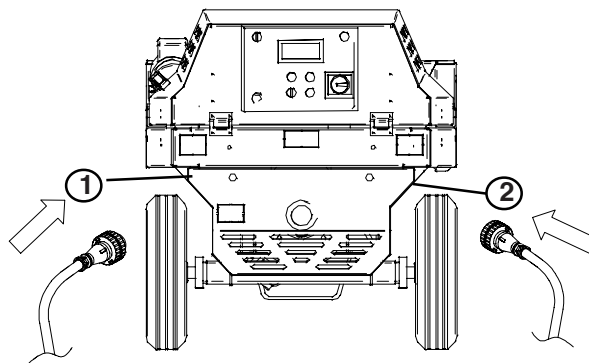

РИС. 6
Функционирование: после установки и подключения машины и перед тем, как загружать материал в бункер, установите выключатель в положение 1 (Рис. 6,7, поз. 1) для включения вибратора. Загрузите материал, по окончании операции верните выключатель в положение OFF (ВЫКЛ) и удалите частицы, оставшиеся на грохоте.
### 10.1 ЭЛЕКТРИЧЕСКОЕ ПОДКЛЮЧЕНИЕ (см. Рис. 6)
Подсоедините к сети электропитания разъем штукатурной станции (рис. 6, поз. 1). Однофазный 2P+T и трехфазный 3P+T разъемы питания, а также желтый разъем под пульт ДУ 3P+T должны быть переносного типа, соответствующего классу защиты IP67.
При наличии опционального смесителя подключите его к разъему штукатурной станции (Рис. 6, поз. 2)
После установки машины приготовьте ведро примерно с 10 л жидкого цементного раствора и налейте его в бункер машины прежде, чем включать ее. Возьмите растворопроводы, убедитесь, что они находятся в хорошем состоянии, проверьте целостность всех соединительных элементов и наличие необходимых прокладок, после чего подсоедините их к нагнетательному коллектору и к распылительной форсунке. Проверьте, чтобы кулачковые рычажки (A) соединителей были правильно затянуты, и чтобы прокладка (B) находилась на месте, как показано на рис. 6а.